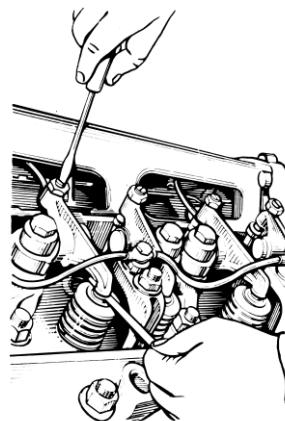

Рисунок 50 – Регулировка зазора
- 6 Для регулировки зазоров отвернуть гайку регулировочного винта, вставить в зазор щуп и, вращая винт отверткой (рис. 50), установить зазор  $0,25\dots0,30\text{ мм}$ . Придерживая винт отверткой, затянуть гайку и проверить величину зазора. При правильно отрегулированном зазоре щуп толщиной  $0,25\text{ мм}$  должен входить при легком нажиме, толщиной  $0,30\text{ мм}$  – с усилием.